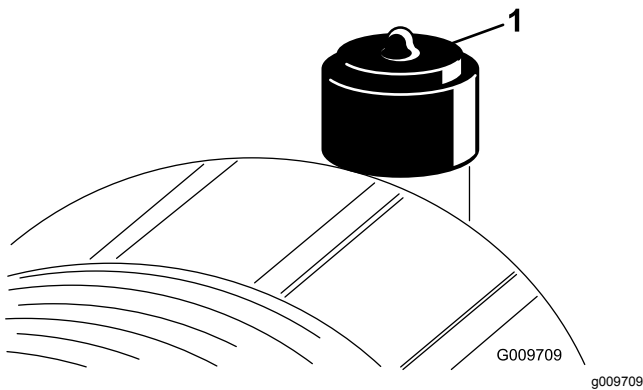

Figura 52
Revise el filtro del limpiador de aire únicamente cuando el indicador de mantenimiento (Figura 52) lo requiera. El cambiar el filtro antes de que sea necesario sólo aumenta la posibilidad de que entre suciedad en el motor al retirar el filtro.
- Reinicie el indicador (Figura 52) si se ve rojo.